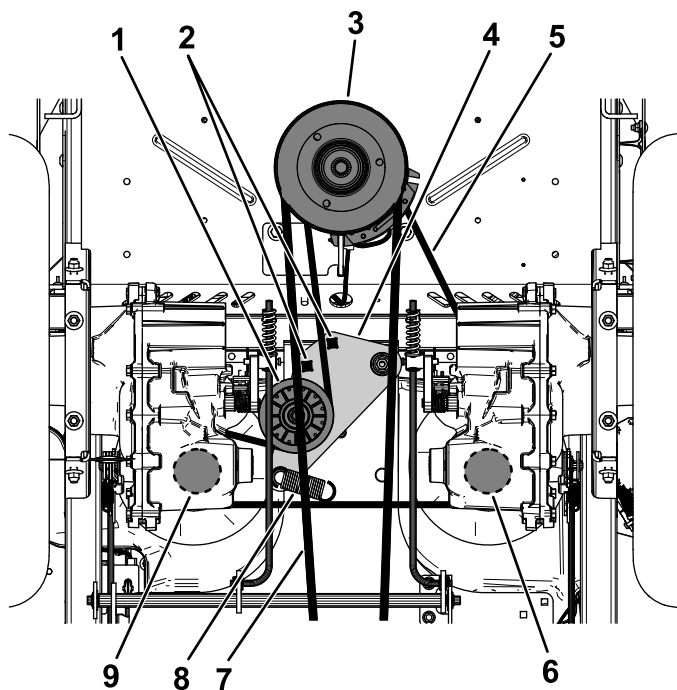

Figure 78
5. Utilice una llave de carraca de ½" o similar en uno de los orificios cuadrados del brazo tensor para aliviar la tensión del muelle tensor (Figure 78).
6. Retire la correa existente de la polea tensora, de las 2 poleas de transmisión de la bomba hidráulica y de la polea del motor (Figure 78).
7. Instale la correa nueva alrededor de la polea tensora, la polea del motor y de las 2 poleas de la bomba hidráulica (Figure 78).